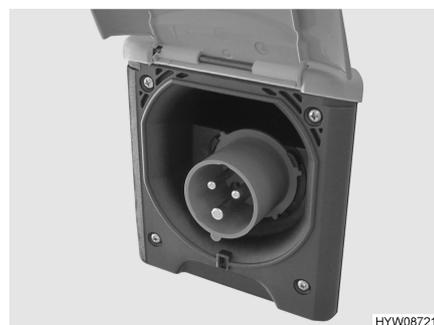

Fig. 48 Collegamento a 230 V sul veicolo
- Aprire la copertura del collegamento a 230 V sul veicolo (Fig. 48) e inserire l'innesto rapido. Verificare che il nasello di innesto del coperchio ribaltabile teso a molla sia innestato.